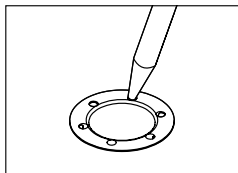

Abb. 3 Klebstoff injizieren
3. Die Spitze der Klebstoffkartusche in die vorgesehenen Injektionsöffnungen drücken (Abb. 3).
3. Press the nozzle of the adhesive cartridge into the intended injection openings (Fig. 3).